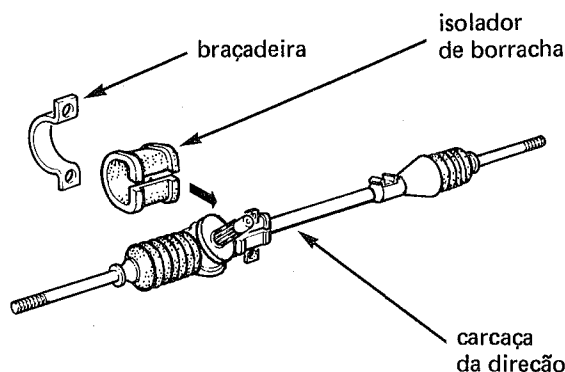

fig. 12
2. Instalar os isoladores de borracha na carcaça da cremalheira (fig. 12)